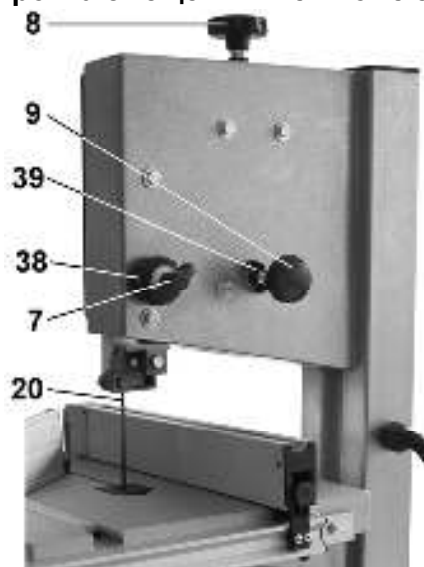

Рис. 6
11.3. Регулировка натяжения пильной ленты (Рис.6)
11.4. Регулировка смещения пильной ленты (Рис. 6)
11.5. Регулировка высоты пиления Рис. 6; 7; 8.